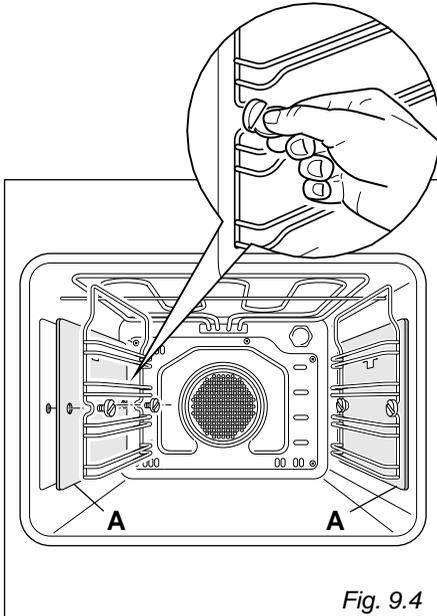

Fig. 9.4
- Dans les modèles qui n'en sont pas pourvus, interposer les panneaux autonettoyants "A", la flèche tournée vers le haut (Fig. 9.4).
- Dévisser les vis de fixation et retirer des parois du four les châssis latéraux et les panneaux autonettoyants, s'ils sont fournis (fig. 9.4).